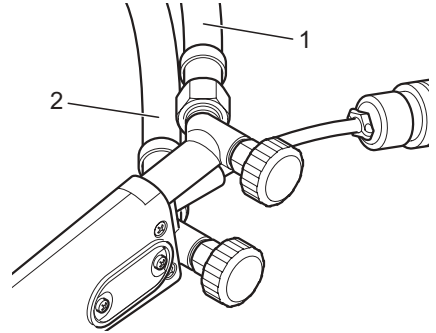

figure 4 - 1
Tuyau d'oxygène (bleu) à la douille de tuyau supérieur. Tuyau (1) dans la figure 4 - 1.
Tuyau de gaz (rouge) à la douille de tuyau inférieur. Tuyau (2) dans la figure 4 - 1.